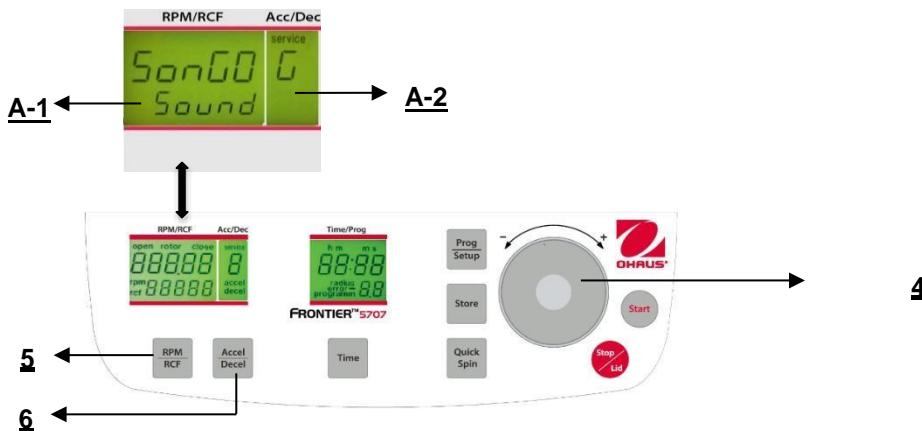

Figura. 31
Después de presionar el botón "RPM/RCF" (5), puede ajustar el volumen deseado entre 0 (bajo) y 9 (alto) con el dial de ajuste (4) (vea la Figura 31).
Proceda como se describe en el punto 4.1.2 para ingresar en este modo de programa y luego presione el botón "Accel/Decel" (6). En la pantalla "Acc/Dec" (A-2) destella la palabra "Service". Ahora seleccione la letra "**G**" con el dial de ajuste (4). Como resultado, en la pantalla "RPM/RCF" (A-1) aparece la palabra "SonGo/Sound". Despues de presionar el botón "RPM/RCF" (5), puede seleccionar una melodía con el dial de ajuste (4). (Vea la Figura 31).